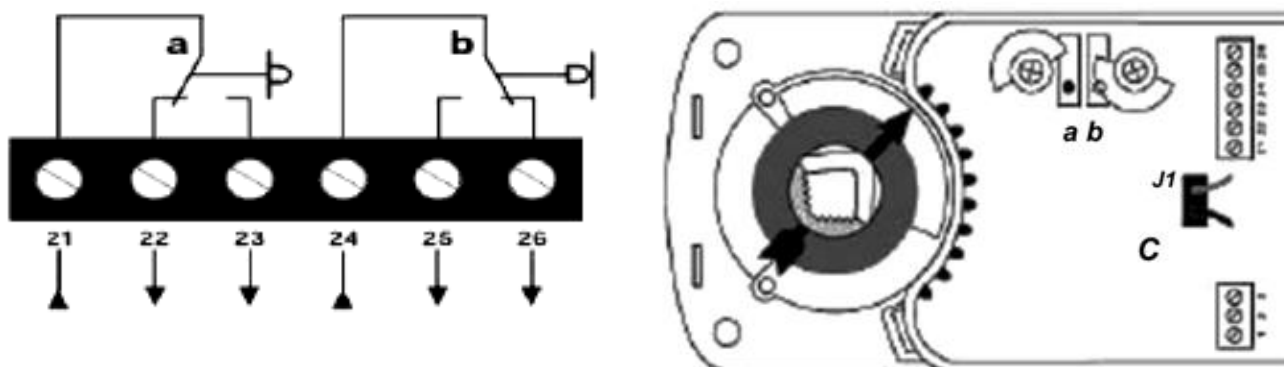

Рисунок 4 – Регулировка вспомогательных переключателей
6.4 Изменение угла положения заслонки осуществляется с помощью регулировочных винтов переключателей а и б (рисунок 4). Заводская установка: выключатель а – 10 градусов, выключатель б – 80 градусов. Диапазон поворота заслонки от 5 до 85 градусов с шагом 5 градусов.